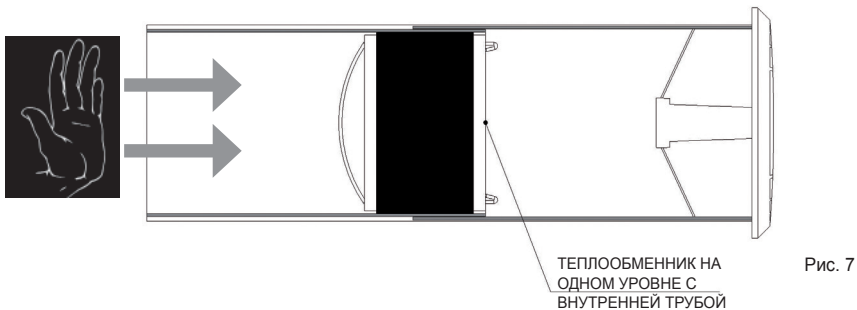

Рис. 7
4. Вставьте теплообменник до конца внутренней трубы. (рис. 7)